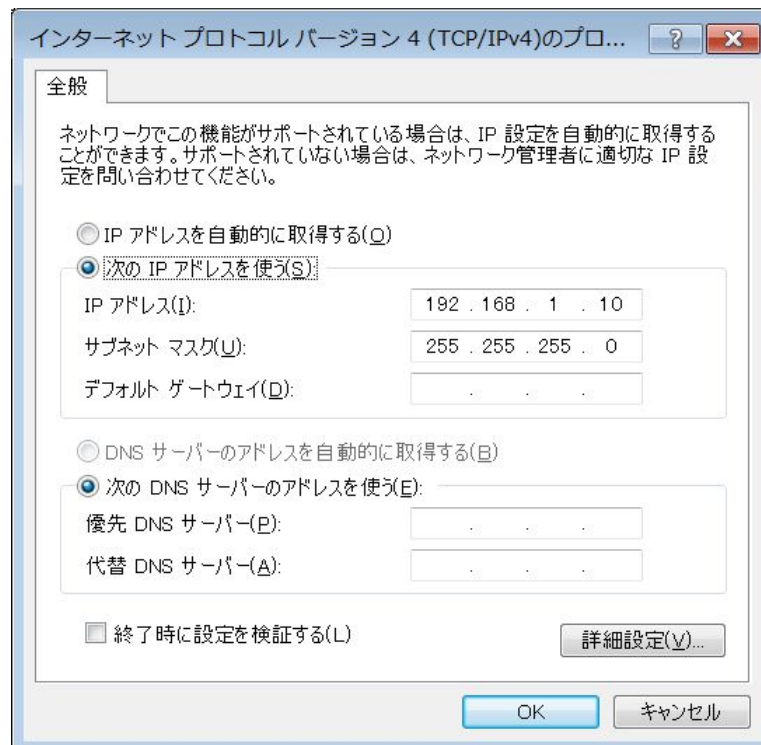

図 5-2 PC 側 IP アドレス設定
- 1) サンプル・デザインにて Nitro ボードには“ 192.168.1.4 ”の IP アドレスが割り当てられる為、Nitro ボードと接続される PC についても同一ネットワークに接続されるようにインターネットプロトコルバージョン 4 (TCP/IPv4) のプロパティ画面より IP アドレスを設定します。(図 5-2 参照)